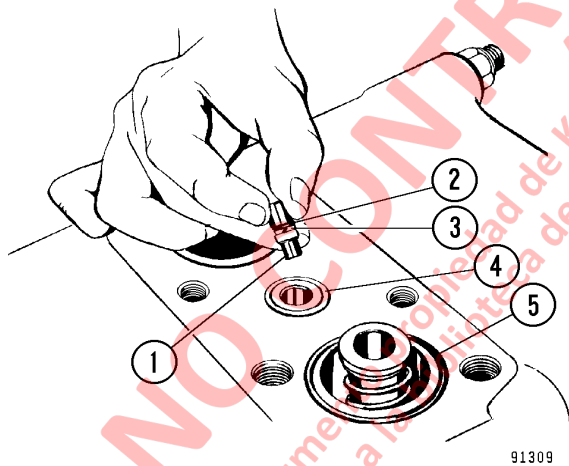

FIGURA 8-8. DESMONTAJE DEL CABEZAL
4. Retire y deseche los O-rings (4) y (5, Figura 8-8).
5. Retire el cabezal móvil restrictor (1). Retire y deseche el O-ring (2) y el anillo de respaldo (3), si se utilizaron. Tenga en cuenta la posición del restrictor cuando se retira para asegurar un reensamblaje adecuado.
8. Si se usaron, instale el O-ring (2, Figura 8-8) y el anillo de respaldo (3) en el cabezal móvil restrictor (1). Instale el cabezal móvil en la carcasa del carrete como se muestra en la Figura 8-9.
9. Instale O-rings nuevos (4), (5) y (10).